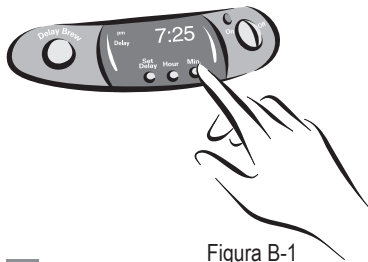

Figura B-1
- 2) Pressione, segurando o botão de minutos MIN, até que na tela do relógio apareçam os minutos corretos. Veja figura B-1.